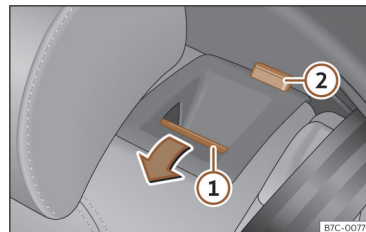

Fig. 86 Banco traseiro: rebater o encosto.
- Pressione o botão de desbloqueio >>> **Fig. 86** ① para a frente e, ao mesmo tempo, rebata o encosto. O encosto traseiro está desbloqueado quando se vê uma marca vermelha no botão ②.